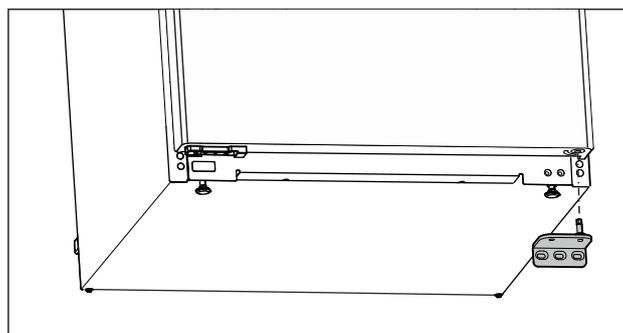

Fig. 15
- Lagerbock nach unten abnehmen. (siehe Fig. 15)